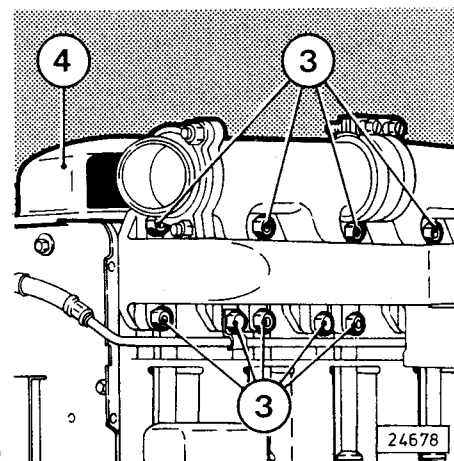

Fig. 32
(Pos. 3, Fig. 32) an den Zylinderköpfen nachziehen. Siehe Seite 53.
- **Ventilspiel prüfen,*** ggf. nachstellen. (Pos. 4, Fig. 32) Seite 46/47.